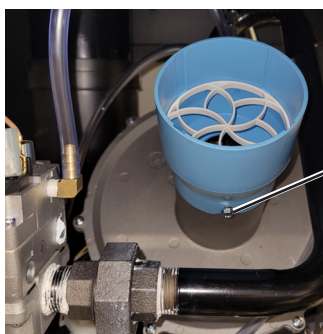

Figure 7.
- 10 **INSTALLEZ L'ORIFICE BLEU :** Utilisez une clé à douille de 5/16" ou une clé à rochet de 5/16" pour fixer l'orifice d'air bleu. Reconnectez les tuyaux sur l'orifice d'air, voir la Figure 7.